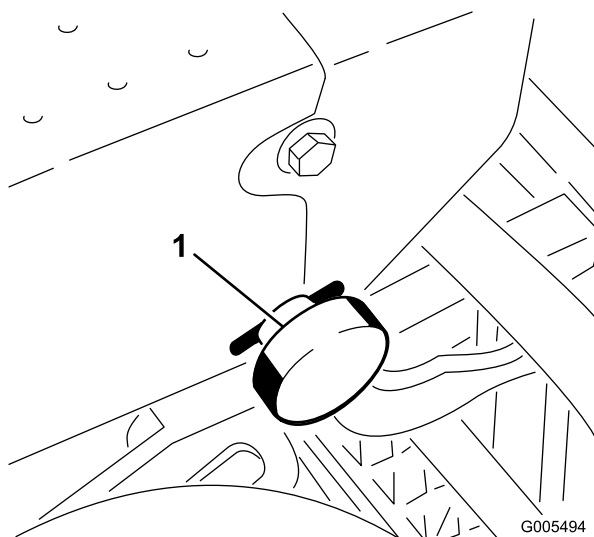

Figura 6
3. Togliete la coppiglia di fissaggio della manopola del braccio di comando sul fuso a snodo (Figura 6) e rimuovete la manopola.